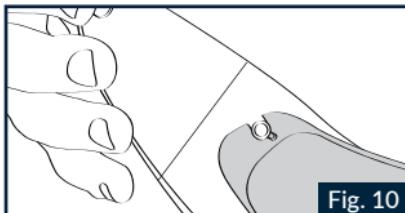

Fig. 10
1.4 Introduzca un lado de la pantalla antivaho PINLOCK® en uno de los pivotes de la pantalla y manténgalo en esa posición (Fig. 10).